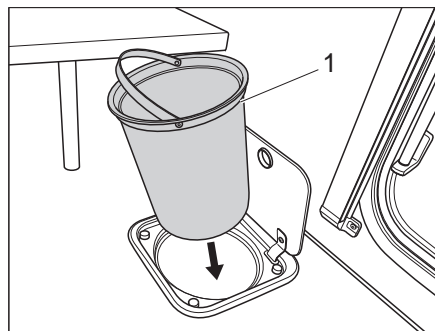

Fig. 156 Poubelle de la cuisine
- Retirer la poubelle (Fig. 156,1) par l'anse et la vider conformément aux prescriptions en vigueur.